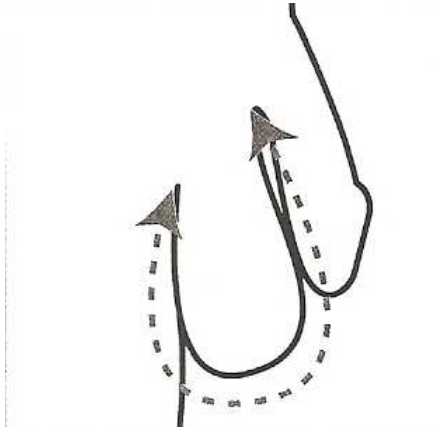

Figure 5 : Profondeur des bourses (28)
- dessous de verge à périnée (« profondeur des bourses ») (Figure 5) ;